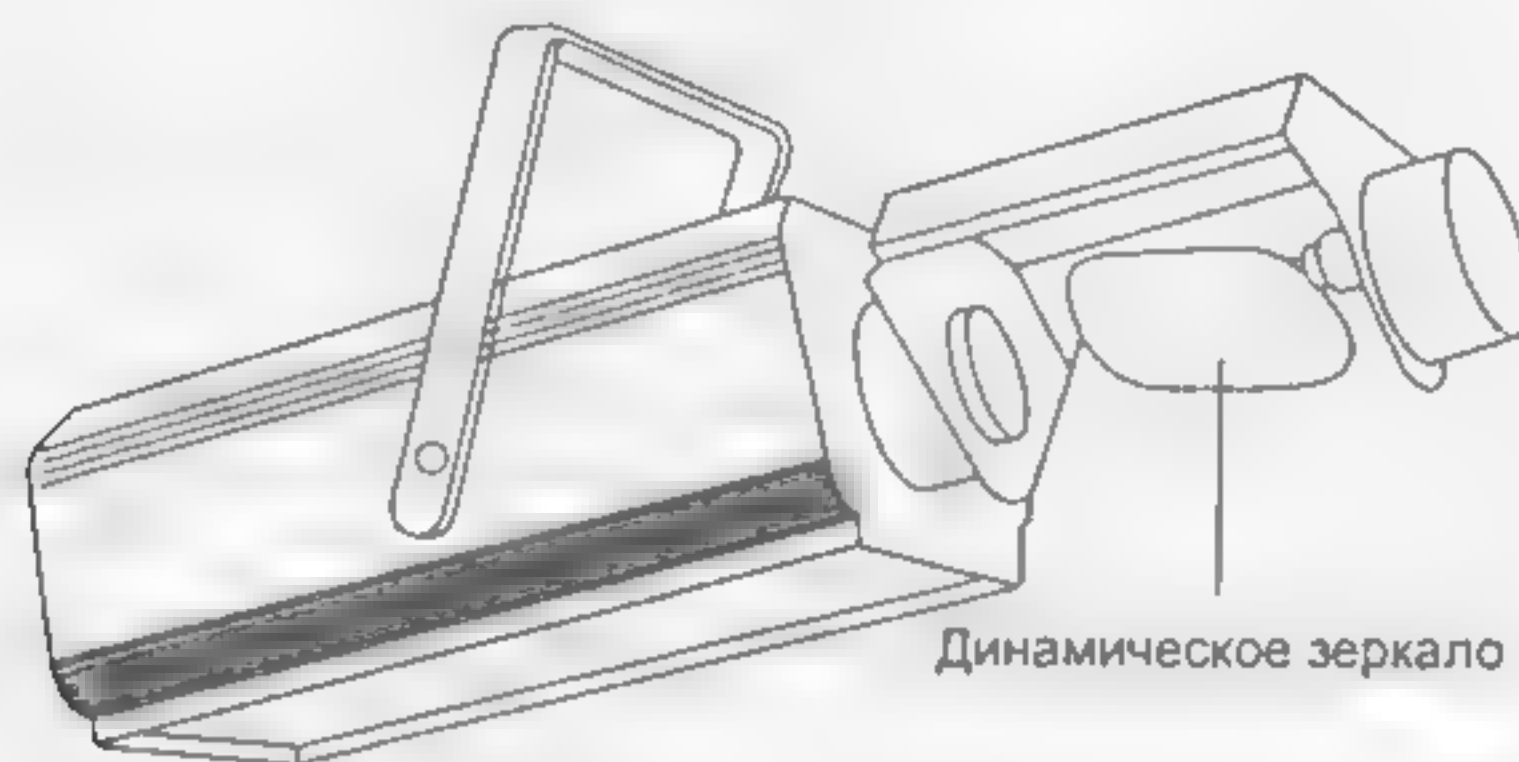

Рис. 9.63 Динамический зеркальный свет
- Осветительные приборы, в которых используется зеркало для перемещения луча (рис. 9.63).